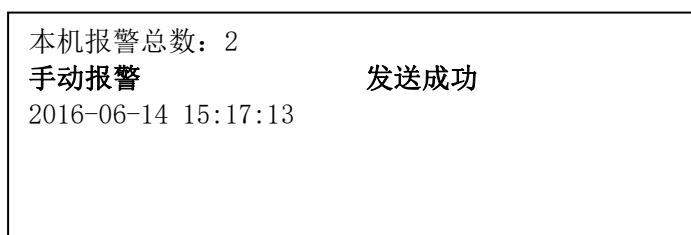

图4-6 手动报警状态界面
- ① 审查报警界面信息，找出屏蔽发生地点。
- ② 到现场处理屏蔽。
- ③ 现场解决后，解除屏蔽，按“复位”键，屏蔽记录消失，屏蔽指示灯灭。
- ◆ 液晶屏显示如图4-6所示